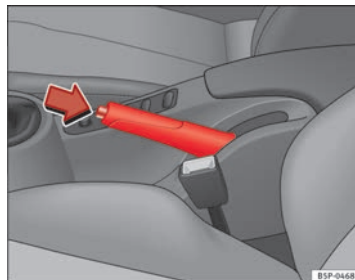

Fig. 148 Freno de mano entre los asientos delanteros
- Tire con fuerza de la palanca del freno de mano hacia arriba ⇒ fig. 148.
- Tire ligeramente de la palanca hacia arriba, presione el botón de desbloqueo en la dirección de la flecha ⇒ fig. 148 y baje completamente la palanca ⇒ ⚠.